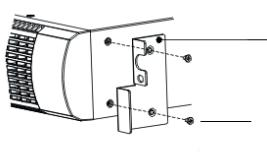

Figure 5 : Installation des supports de montage
9. Ajustez les supports de montage avec les trous placés des deux côtés de l'alimentation et installez-les avec les vis à tête plate M4 x 8 (voir Fig. 5)